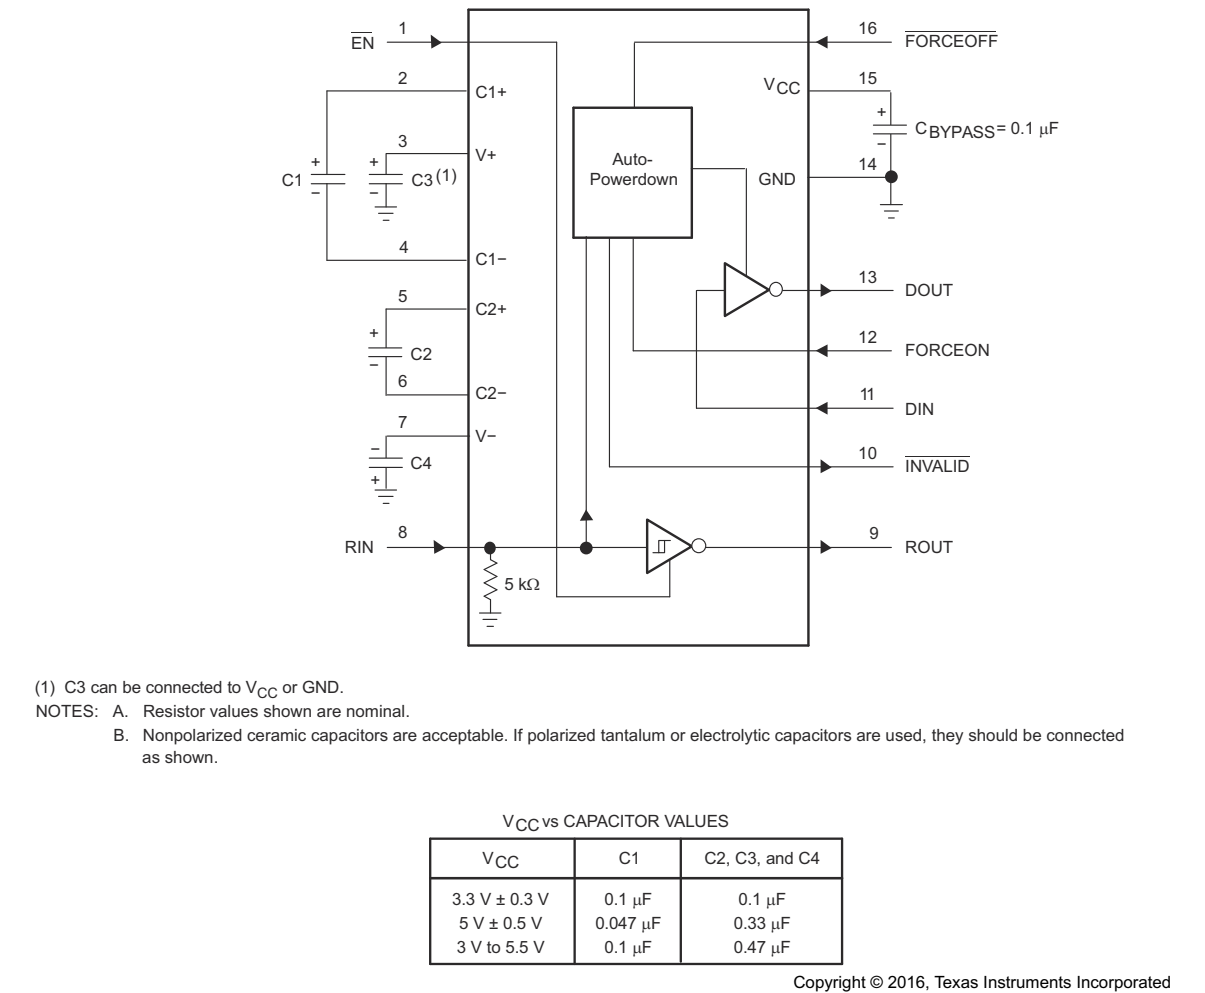

图 8-1. 典型工作电路和电容器值
MAX3221E 线路驱动器和接收器是一款专用器件，适用于 3V 至 5.5V RS-232 通信应用。此应用是此器件的通用实现，其中包含所有必需的外部元件。为确保正常运行，请按图 8-1 所示添加电容器。
- 使用如图 8-1 中所示的电容器。